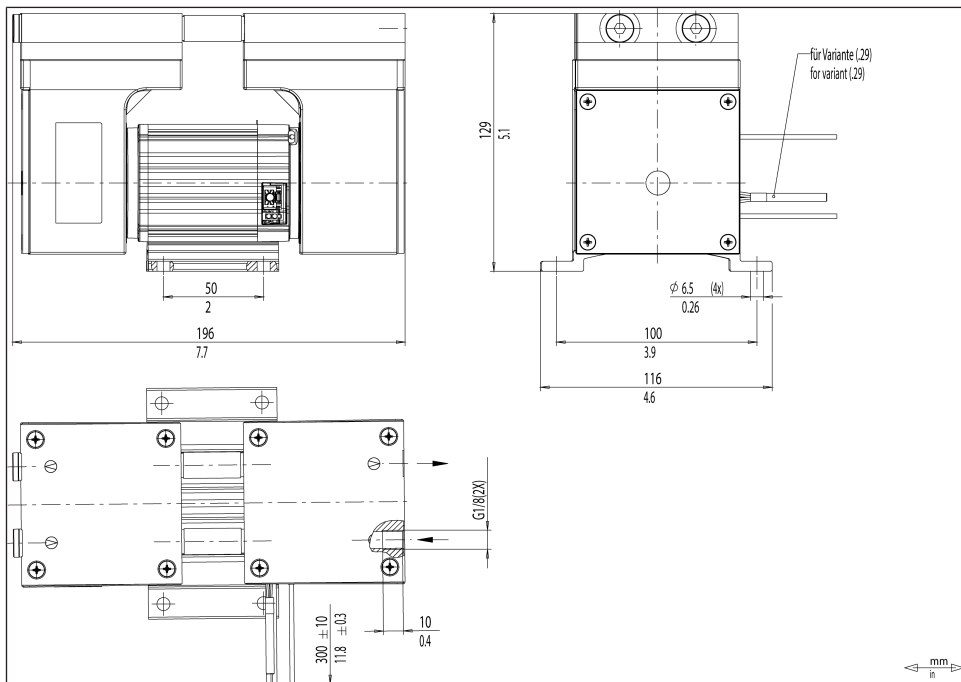

Abb.5: Befestigungsmaße N938.1.2_DC-B
-N938.1.2ANDC-B	Siehe Abb. 5, Kapitel 6.1 Pumpe montieren [▶ 21]